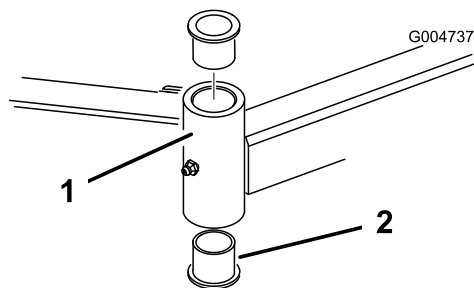

Рисунок 22
- Вставьте выколотку сверху или снизу монтажной трубы и выбейте втулку из трубы (Рисунок 22). Выбейте также из трубы другую втулку. Очистите от грязи внутреннюю поверхность трубы.